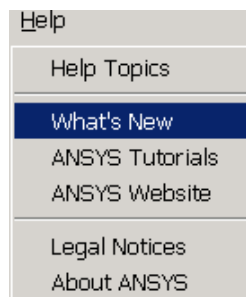

图1.13 【Help】菜单
- 【Help】菜单：主要用于帮助信息的查找，如图 1.13 所示。